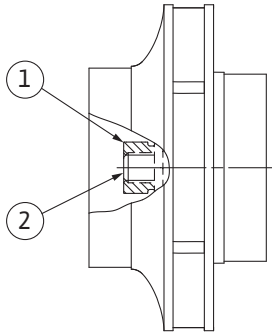

Fig. 107: Montajdan sonra çark somununun doğru konumu
8. Mili açık uçlu bir anahtarla (22 mm) tutun ve çark somununu belirtilen sıkma torku (bkz. tablo "Sıkma torkları" [► 26]) ile sıkın. Somun (Fig. 107, Poz. 1) mil ucuyla (Fig. 107, Poz. 2) yaklaşık $\pm 0,5$ mm'lik bir hizada olmalıdır. Şayet bu söz konusu değilse somunu söküp ve 4 ... 8 işlem adımlarını tekrarlayın.